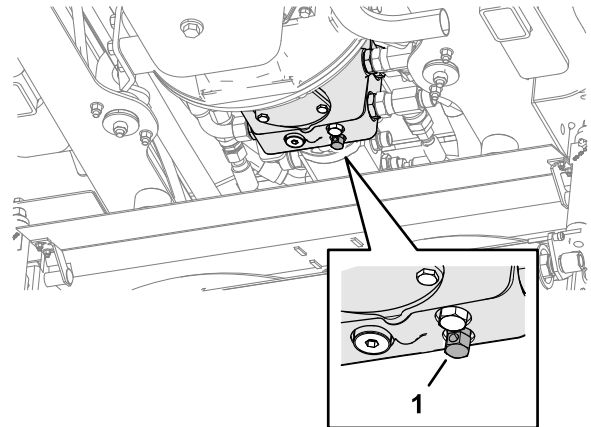

Bild 38
- Schließen Sie über der mittleren Schneideinheit das Bypassventil der Getriebepumpe, indem Sie es im Uhrzeigersinn drehen (Bild 38).